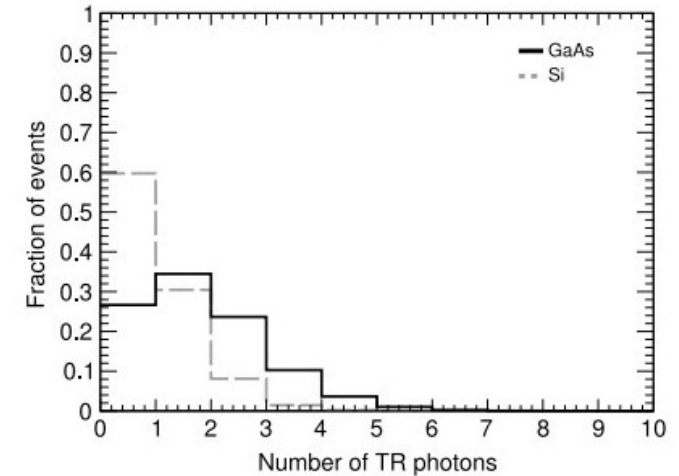

Рис. 2
1. Для дного и того же излучателя количество обнаруженных фотонов детекторами на основе GaAs больше, чем детекторами на основе Si (см. рис. 2);